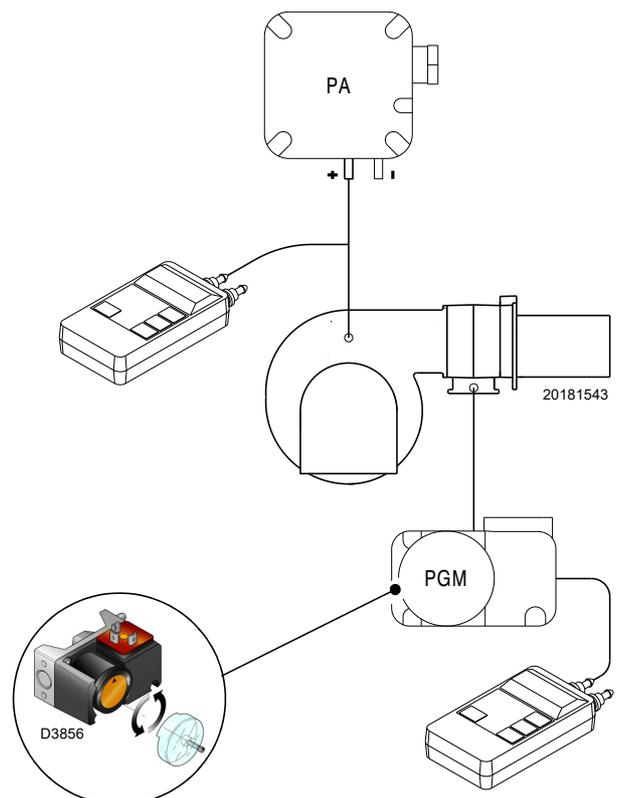

Fig. 33
- Regular el presostato gas de máxima (Fig. 33 a pág. 37) al final de la escala.
Después de haber efectuado todas las demás regulaciones del quemador, con el presostato gas de máxima regulado al final de la escala, efectuar la regulación del presostato gas de máxima, (Fig. 33).